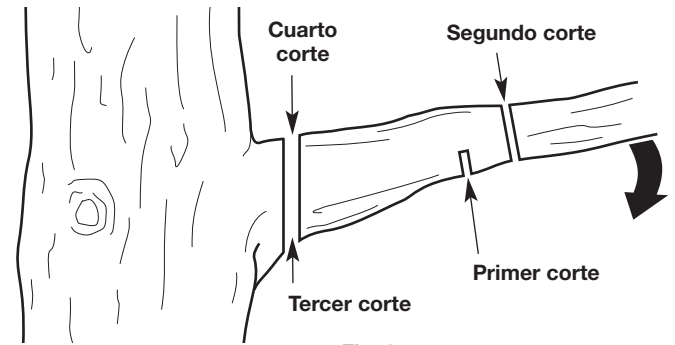

Fig. 27
1. Realice el primer corte aproximadamente a 6 pulgadas (15 cm) del tronco del árbol. Corte hacia arriba, desde la parte de abajo de la rama. Use la parte superior de la barra de guía para hacer este corte. Corte hasta un tercio del diámetro de la rama (Fig. 27).
2. Haga el segundo corte de 2 a 4 pulgadas (5 - 10 cm) más afuera en la rama. Corte hacia abajo, desde la parte de arriba de la rama. Use la parte inferior de la barra de guía para hacer este corte. Corte atravesando totalmente la rama (Fig. 27).
3. Haga el tercer corte lo más cerca posible del tronco del árbol. Corte hacia arriba, desde la parte de abajo del muñón de la rama. Use la parte superior de la barra de guía para hacer este corte. Corte hasta un tercio del diámetro de la rama (Fig. 27).
4. Realice el cuarto corte directamente encima del tercero. Corte hacia abajo, desde la parte de arriba del muñón de la rama. Use la parte inferior de la barra de guía para hacer este corte. Corte atravesando totalmente el muñón de la rama hasta alcanzar el tercer corte (Fig. 27). Así se retira el muñón de rama.